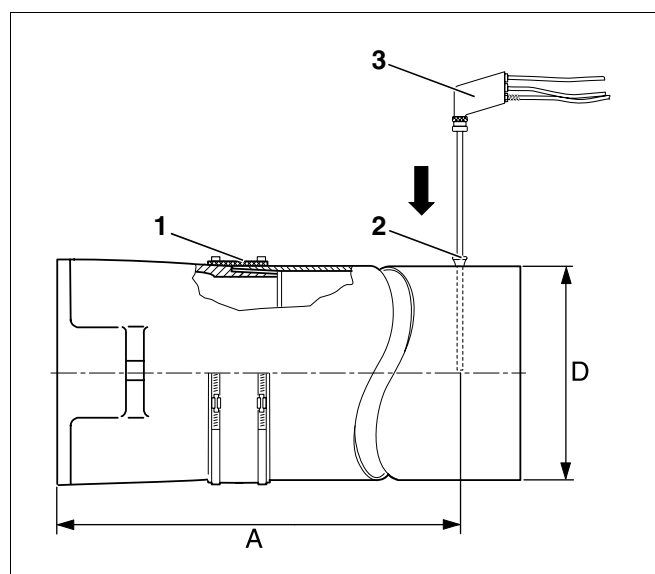

Fig. 17 Înregistrarea valorilor măsurate
Măsurătorile au loc în principal în conducta de evacuare. Orificiul de măsurare (mufa; Fig. 17, **Poz. 2**) trebuie adusă la o distanță "A" (cca. 2 × diametrul conductei de evacuare "D") de racordul de evacuare (Fig. 17). Dacă instalația de evacuare este legată direct după cazanul de încălzire printr-un cot, atunci măsurarea se face în fața cotului.
Vă recomandăm folosirea unei manșete de etanșeizare pentru conducta (Fig. 17, **Poz. 1**) de evacuare.
- Se introduce sonda de măsurare (Fig. 17, **Poz. 3**) până în miezul curentului (mijlocul conductei de evacuare) gazului de evacuare (temperatura maximă de evacuare).